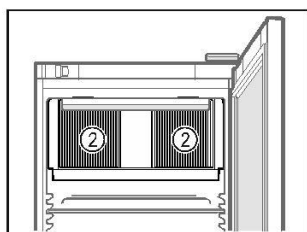

Fig. 56
- || Ventilatiesleuf Fig. 56 (2) van de ventilator in de binnerruimte vrijhouden.